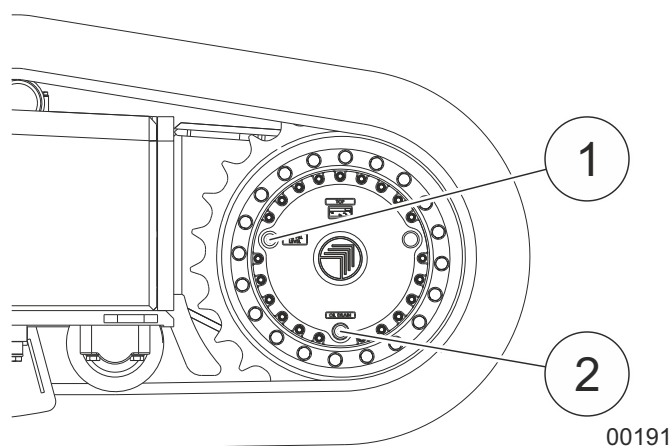

Fig. 239 Pontos de lubrificação (1) e (2) do acionamento de deslocamento
| 1 | Estacione a máquina em uma superfície uniforme e firme de modo que os pontos de lubrificação (1) na Fig. 239 e (2) na Fig. 239 fiquem como mostrado na figura. |